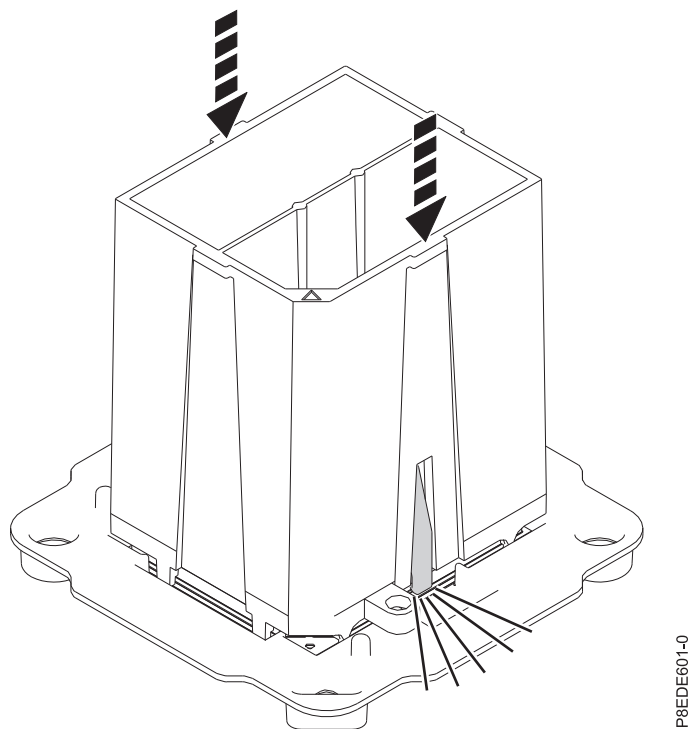

Figura 13. Cómo encajar el módulo del procesador del sistema de sustitución en la herramienta de extracción
4. Empuje hacia abajo la herramienta de extracción en las ubicaciones indicadas por las flechas para encajar en ella el módulo del procesador del sistema. Consulte la Figura 13 en la página 15. No presione las pestañas de sujeción azules hasta que así se le indique más adelante.